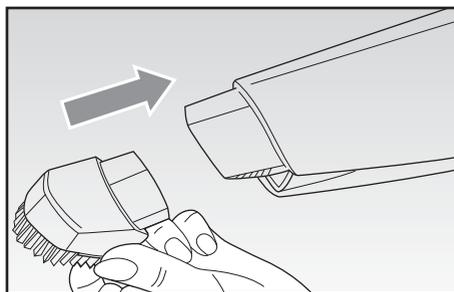
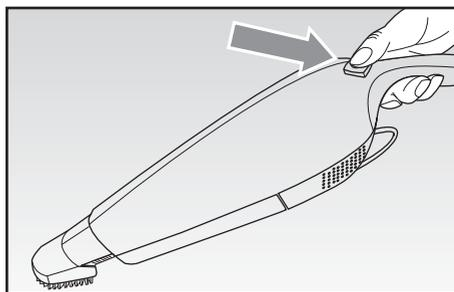

Fig. 8
Fig. 9
- All'estremità del contenitore della polvere (F), applicare l'accessorio desiderato (Fig. 8); premere il pulsante di accensione (B) per mettere in funzione l'aspiratore portatile utilizzando l'apposita impugnatura (Fig. 9).